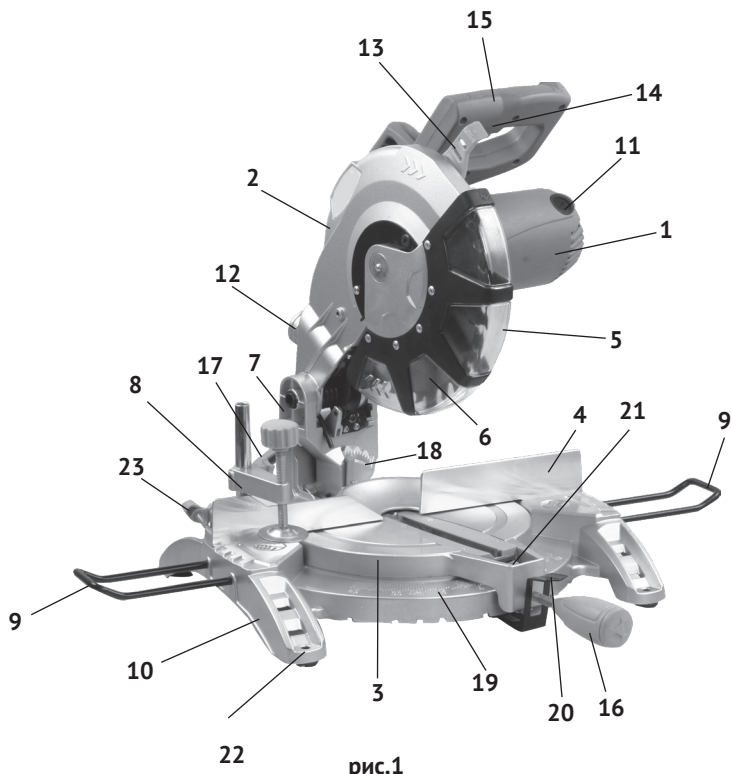

рис.1
- Основным несущим узлом режущего блока пилы является металлический редуктор, выполненный заодно с верхним защитным кожухом диска (рис.1 поз.2). К редуктору крепится пластиковый корпус двигателя (рис.1 поз.1), с закреплённой на нём рукояткой (рис. поз.15). Вертикальное перемещение режущего блока для реза обеспечивает суппорт головки режущей (рис.1 поз.7). Возвратная пружина на оси суппорта, возвращает режущий блок в исходное положение.
Заготовка на рабочем столе может быть повернута на угол от 0 до 45° за счёт поворотного основания (рис.1 поз.3). На основной рукоятке пилы расположены: рычаг блокировки защитного кожуха (рис.1 поз.13) и клавиша выключателя (рис.1 поз.14). Конструкция пилы позволяет осуществлять пропилы, кроме вертикальных (0 - 90°): косые пропилы материала под заданным углом от 0 до 45° относительно задней кромки заготовки в обе стороны (смещением поворотного основания) и наклонные пропилы с заданным углом (от 0 до 45°) относительно вертикальной оси влево.
Крутящий момент с якоря электродвигателя шестернёй передаётся на шпиндель, соосный с двигателем. На шпиндель, между опорным и прижимным фланцами крепится пильный диск (рис.1 поз.16). Диск является основным рабочим инструментом для резки выбранных материалов.
Металлическая станина (рис.1 поз.10) пилы устанавливается на ровную горизонтальную поверхность. Для крепления пилы на верстаке (рабочем столе) в ножках станины имеются 4-е крепёжных отверстия (рис.1 поз.22). При пилении длинных заготовок в станину крепятся 2-е дополнительные опоры (рис.1 поз.9). Распиливаемая заготовка плотно прижимается к параллельному упору (рис.1 поз.4) и крепится к рабочему столу струбциной (рис.1 поз.8).
Для отвода стружки в комплект поставки входит пылесборник, который крепится к патрубку неподвижного кожуха (рис.1 поз.12). К патрубку можно подключить промышленный пылесос.
- проверьте работоспособность выключателя электродвигателя инструмента. Не подключая пилу к электросети, нажмите и отпустите клавишу выключателя (рис.1 поз.14) – она, без задержки, должна возвратиться в исходное положение;
- проверьте состояние и надёжность крепления подвижного защитного кожуха (рис.1 поз.5), чёткость его срабатывания. Запрещается работать пилой, подвижный защитный кожух которой неисправен или повреждён;
Пила поставляется собранной за исключением: дополнительных упоров (рис.1 поз.9), рукоятки-фиксатора (рис.1 поз.16) поворотного основания и пылесборника.
Установить пилу на ровной твёрдой поверхности верстака (рабочего стола). В целях уменьшения вибрации пилы рекомендуется закрепить станину (рис.1 поз.10) к верстаку, используя крепёжные отверстия (рис.1 поз.22) в ножках.
При пилении длинных заготовок, установить в станину опоры дополнительные (рис.1 поз.9) и зафиксировать их винтами (рис.1 поз.23).
На патрубок пылеотвода (рис.1 поз.12) установить пылесборник (входит в комплект поставки) или подключить промышленный пылесос.
- разблокировать подвижный защитный кожух (рис.1 поз.5) рычагом (рис.1 поз.13);
- включение пилы осуществляется нажатием на клавишу выключателя (рис.1 поз.14);
- ослабить (1,5 – 2 оборота) рукоятку-фиксатор (рис.1 поз.16);
- нажав (вниз) рычаг-фиксатор (рис.1 поз.20), повернуть за рукоятку поворотное основание в нужную сторону;
- контролируя поворот через окно (рис.1 поз.21), совместить стрелку (в окне) с нужным значением угла на шкале (рис.1 поз.19) станины;
- отпустить рычаг (рис.1 поз.20) и зафиксировать поворотное основание в выбранном положении рукояткой (рис.1 поз.16).